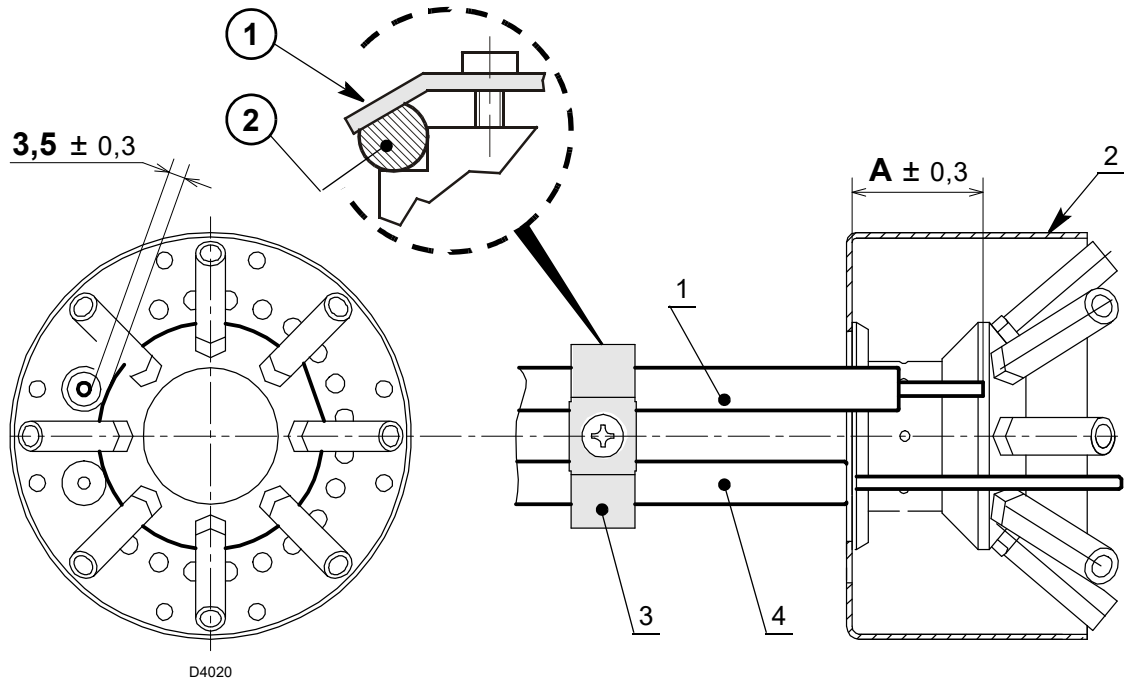

Fig. 13
- Asegurarse de que la placa 3)(Fig. 13) quede siempre colocada en la parte plana del electrodo 1).